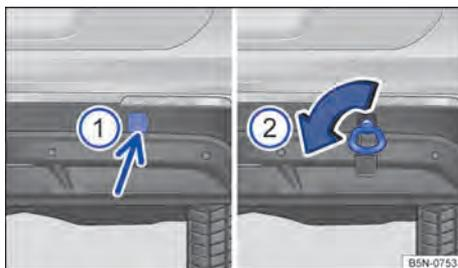

Fig. 225 En el lado derecho del paragolpes trasero: argolla de remolque enroscada.
El alojamiento de la argolla de remolque enroscable se encuentra en el lado derecho del paragolpes trasero detrás de una tapa → fig. 225 ①. Los vehículos equipados de fábrica con un dispositivo de remolque **no** disponen de un alojamiento para la argolla de remolque enroscable detrás de la tapa. En este caso hay que extraer o montar el enganche de bola y utilizarlo para el remolcado → pág. 284.
- Presione sobre la zona inferior de la tapa → fig. 225 ① (flecha) para desencastrar esta.
- Enrosque la argolla de remolque en el alojamiento girándola al máximo **en el sentido contrario al de las agujas del reloj** → fig. 225 → ①. Utilice un objeto adecuado con el que pueda enroscar completa y fijamente la argolla de remolque en su alojamiento.